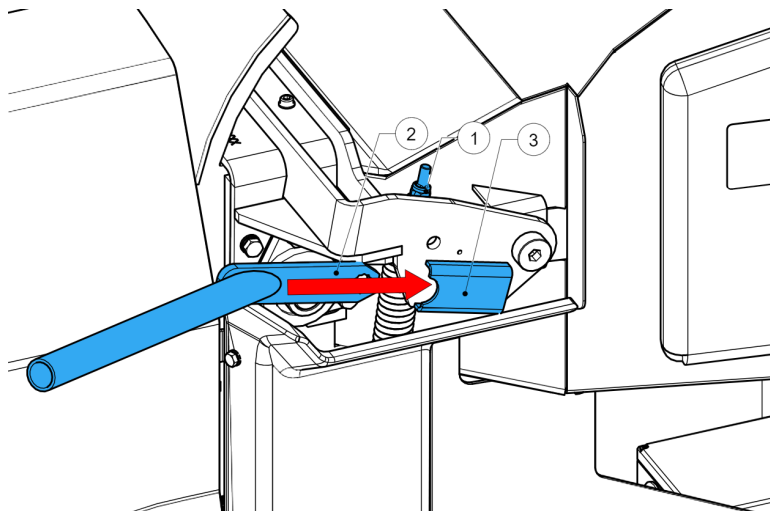

Figure 45 - Tension du ressort du rouleau d'alimentation
10. Insérez l'outil de levage du rouleau d'entraînement supérieur (2, Figure 45) dans la fente (3, Figure 45).